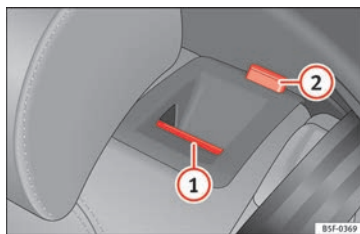

Fig. 111 No encosto do banco traseiro: botão de desbloqueio ①; marca vermelha ②.
- Puxe o manípulo de desbloqueio » **Fig. 111 ①** para a frente e ao mesmo tempo rebata o encosto.
- O encosto traseiro está desbloqueado quando se vê uma marca vermelha no botão ②.
O encosto traseiro está desbloqueado quando se vê uma marca vermelha no botão »» Fig. 111 ②.